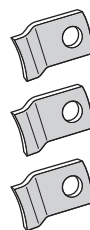

Bild 4
3 Spannklammern (Bild 4)
- 3 Spannklammern (Bild 4)